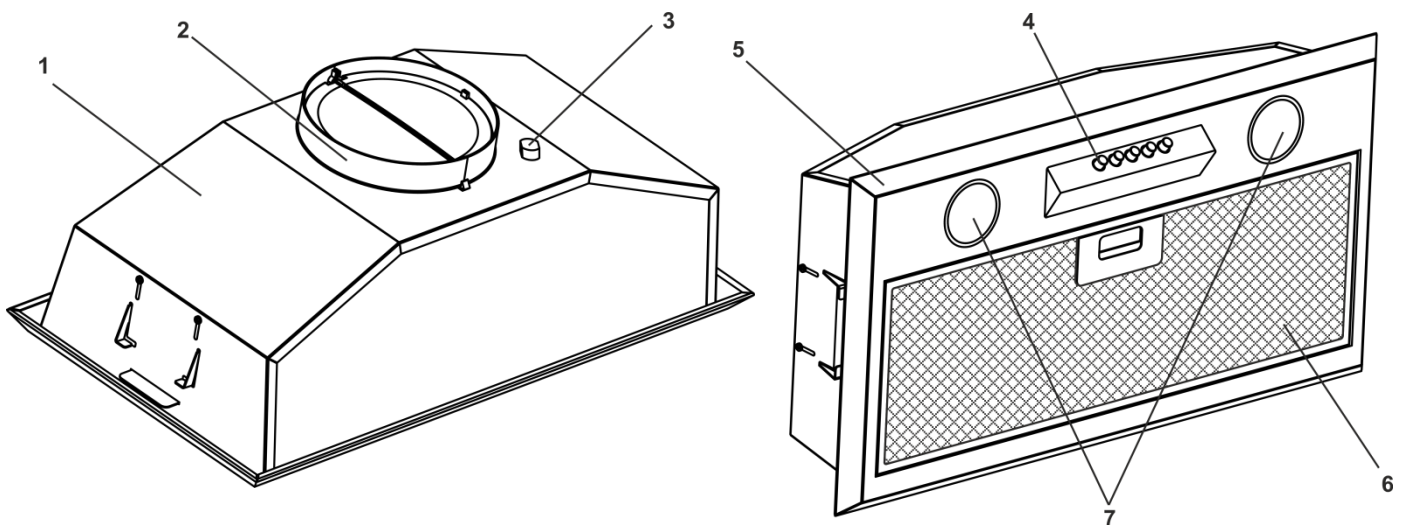

Рис. 1
5.3 Вытяжка состоит из следующих составных частей (рис. 1):